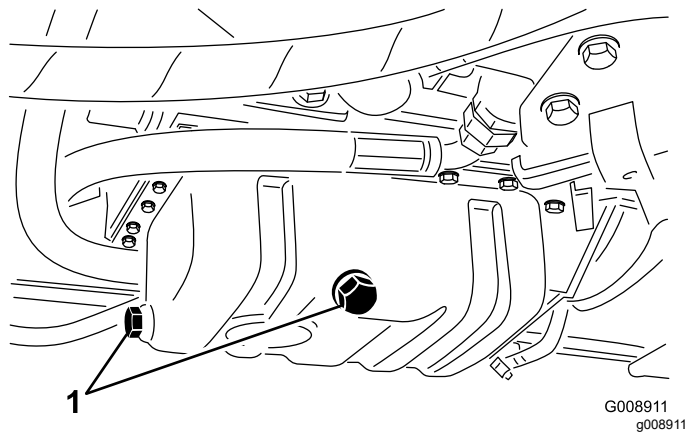

Figura 61
1. Togliete un tappo di spurgo (Figura 61) e lasciate defluire l'olio in una bacinella; quando l'olio smette di defluire, montate il tappo di spurgo.